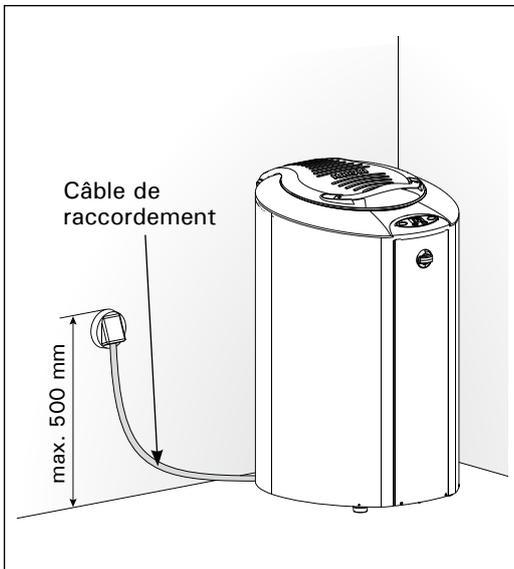

Figure 9. Raccord du poêle
La barrette de connexion du poêle dispose, en plus de l'alimentation, d'une connexion supplémentaire (P) pour une commande externe, sous tension, du chauffage électrique en provenance du poêle. Voir figure 9.